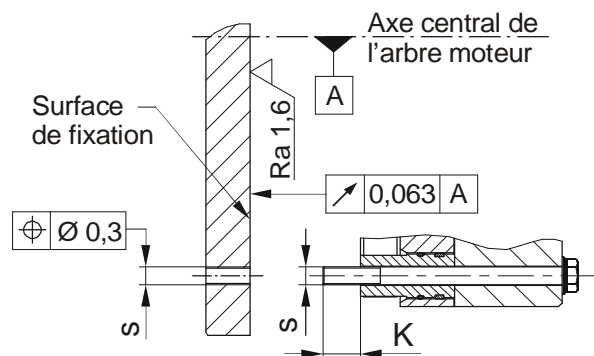

Fig. 5
- ❑ Pour les moyeux (Type 8012._1_ _3), déterminer les ajustements arbre/moyeu (10) de façon à éviter tout élargissement de la denture du moyeu (10). Ceci conduirait à un blocage du rotor (3) sur le moyeu (10) et occasionnerait des dysfonctionnements du frein. Ajustement arbre/moyeu conseillé H7/k6. Dans le cas où le moyeu (10) est chauffé pour faciliter l'assemblage, il faut alors auparavant retirer le joint torique (11) et le replacer après le montage du moyeu. La température d'assemblage maxi admissible ne doit pas dépasser 200 °C.
- ❑ Le diamètre de l'arbre, le couple transmissible, et les conditions de fonctionnement sont des facteurs importants pour le dimensionnement d'une liaison à clavette. Pour cela, le client doit connaître les informations nécessaires ou bien les déterminer en fonction des bases de calcul de la norme DIN 6892. Pour les calculs, prévoir une qualité du moyeu de Re = 300 N/mm². La clavette doit porter sur toute la longueur du moyeu (10).
- ❑ Respecter les dimensions de montage et les filetages s d'une profondeur K + 2 mm (K = saillie de la vis) indiqués dans le catalogue ou le plan d'assemblage respectif (fig. 5).